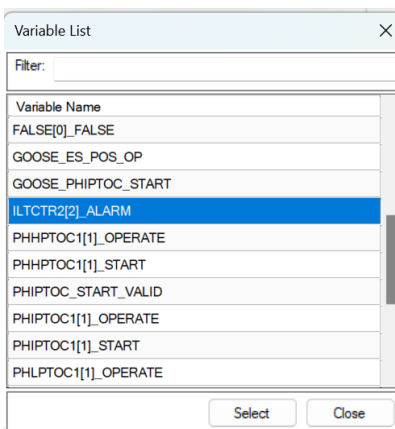

Imagen 371_Selección de variable para el bloque EFLPTOC1.
5.2.29 Seleccionamos la variable “ILTCTR2[2]_ALARM” como se muestra en la **Imagen 371**.